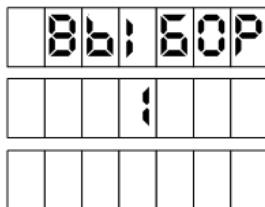

Рисунок 10
– "включен, 1 клавиатура". При подготовке заказа на всех табло будет выводиться дополнительный диалог выбора стороны (рисунок 10). Необходимо выбрать номер стороны, по которой будет производиться отпуск топлива (нажать **1** или **2**).